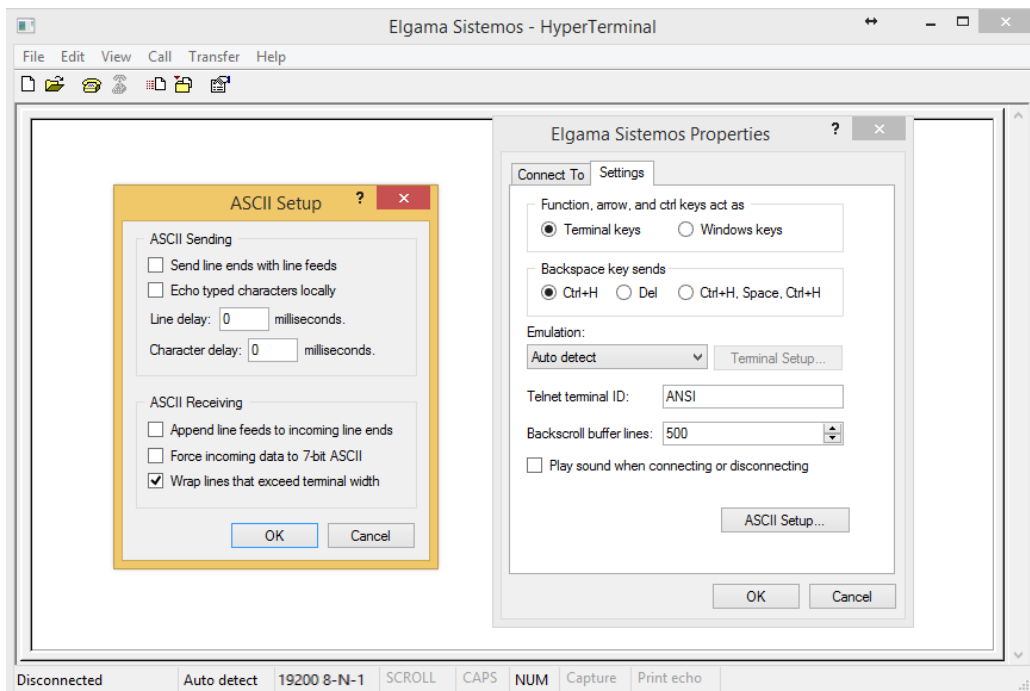

Рис. 7
4. Нажмите кнопку «OK» как показано на рис. 7;